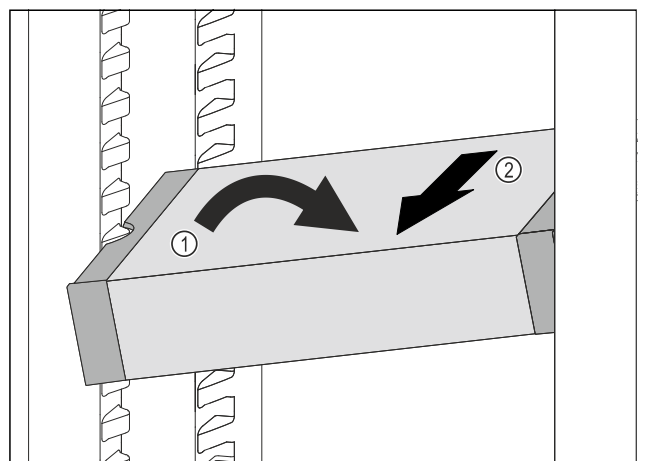

Fig. 135
- ▶ Predal VarioSafe postavite v hladilniku postrani. Fig. 135 (1)
- ▶ Predal VarioSafe izvlecite v smeri naprej. Fig. 135 (2)